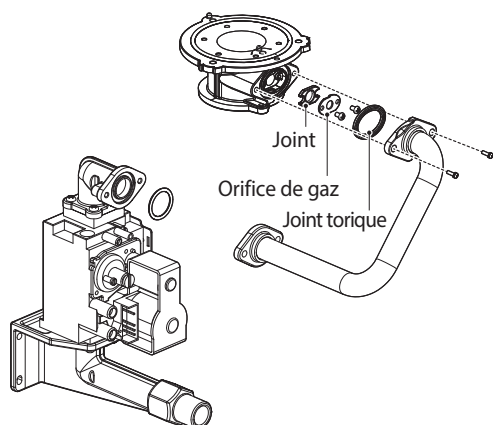

Figure 5. Vue en éclaté du tuyau à gaz
- Examinez **TOUJOURS** le joint torique entre la soupape à gaz et l'adaptateur d'entrée de la soupape à gaz lorsqu'ils sont démontés (voir Figure 5).